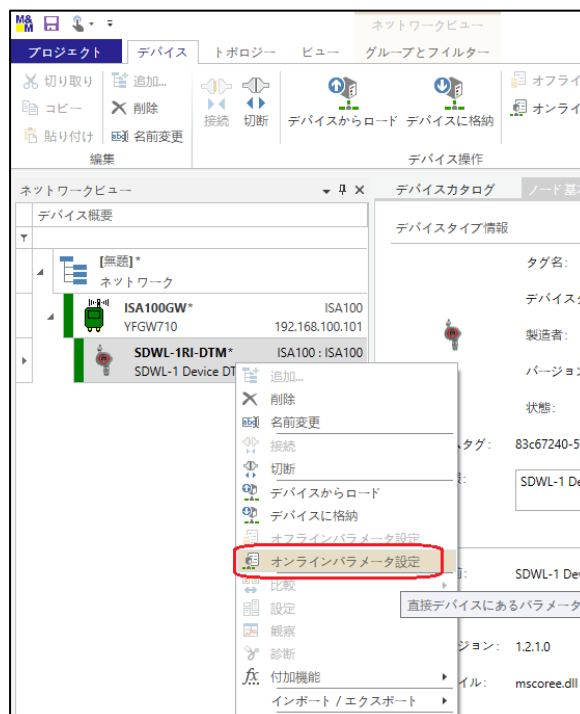

図 5-51 オンラインパラメータ設定メニューの選択
- ⑬ メイン画面左のツリーメニュー⇒SDWL-1 (タグ名) を右クリックし、「オンラインパラメータ設定」を選択します。(図 5-51)